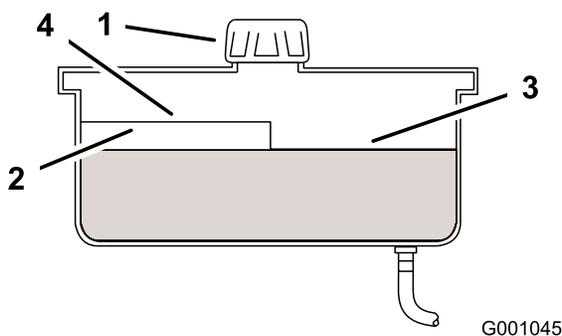

Figura 46
4. Limpie la zona alrededor del tapón y el cuello de llenado del depósito hidráulico (Figura 46).
5. Retire el tapón del cuello de llenado y compruebe el nivel de aceite en el depósito. (Figura 46).
**Nota:** El nivel de aceite debe llegar a la parte superior del nivel caliente del tabique cuando el aceite está caliente (Figura 46).